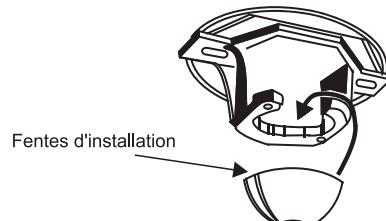

Fig. 12
Placez la balle de suspension sur la tige de suspension, insérez la broche transversale dans la tige de suspension et serrez. Serrez maintenant la vis de pression. (Fig.12).
Étape 10. Soulevez le moteur en position et placez la boule de suspension dans le support de montage au plafond. Tournez l'ensemble jusqu'à ce que Check Tab (languette de contrôle) se trouve dans Registration Slot (Fente d'installation) et qu'il soit fermement logé (Fig.12). Le moteur entier ne doit pas tourner (à gauche ou à droite) lorsque l'installation est bien logée.